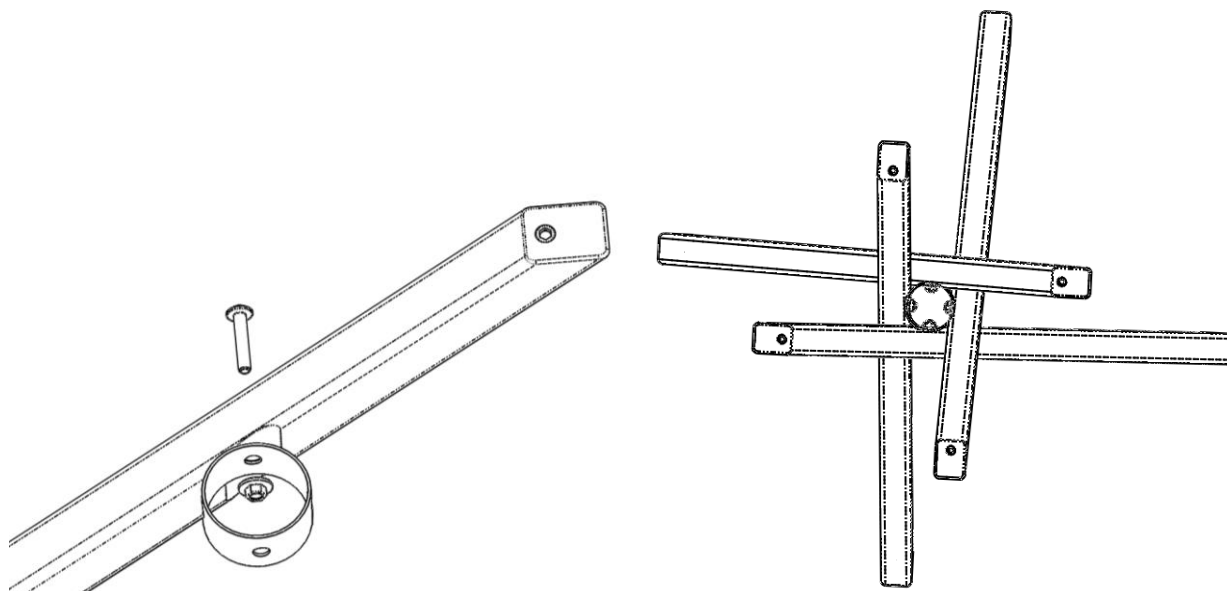

Рисунок 1.
3.1. Взять ногу в сборе (3), соединить с металлическим кольцом $\varnothing 76$ мм. (4), так чтобы кольцо попало в выемку ноги. Через отверстие в ноге и кольце $\varnothing 10$ мм соединить ногу с кольцом с помощью винта М8х50 (5), шайб $\varnothing 8$ (6) и гайки (9). Гайку затягивать не до упора, оставив, примерно, пол-оборота. Рис.1.
3.2. Последовательно по п.3.1. соединить с кольцом оставшиеся 3-и ноги в сборе (3) согласно рис.1.